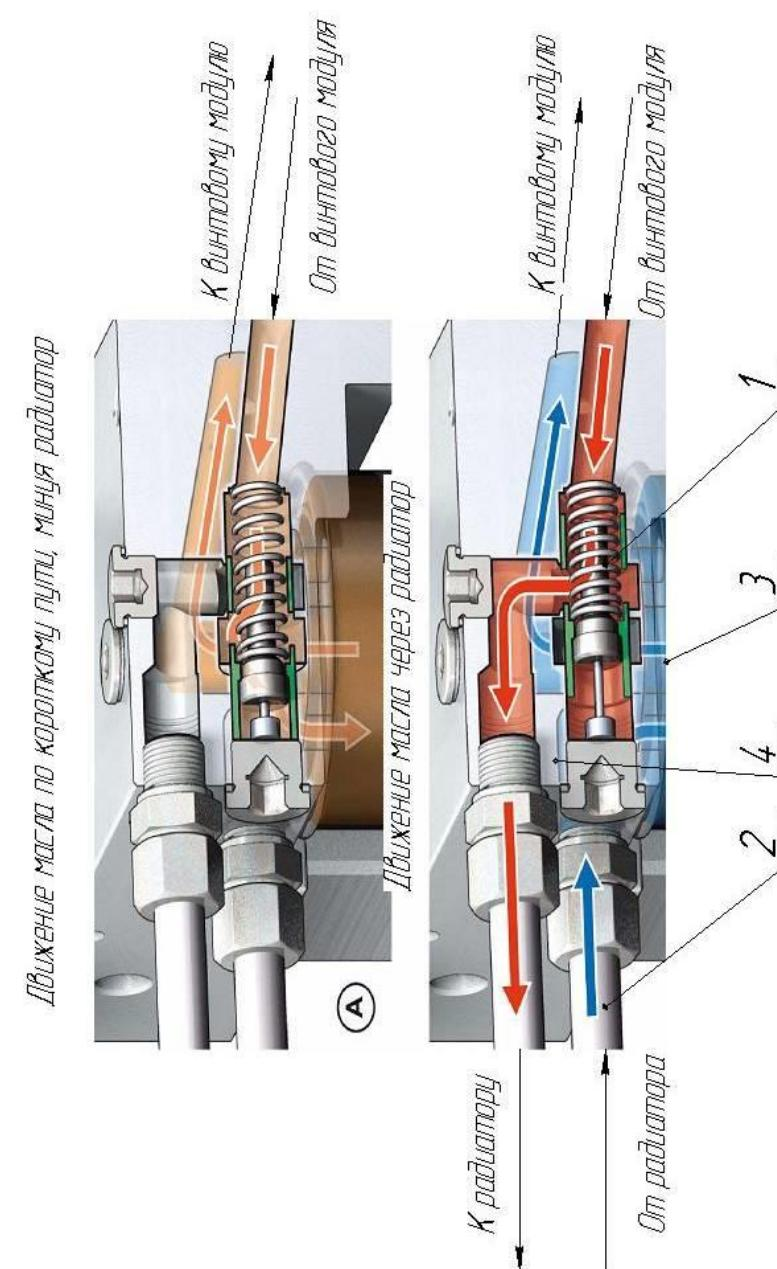

Рисунок 12. Термостат.
4.1.5 Масляный термостат (рис.12) предназначен для управления маслопотоком в зависимости от его температуры.